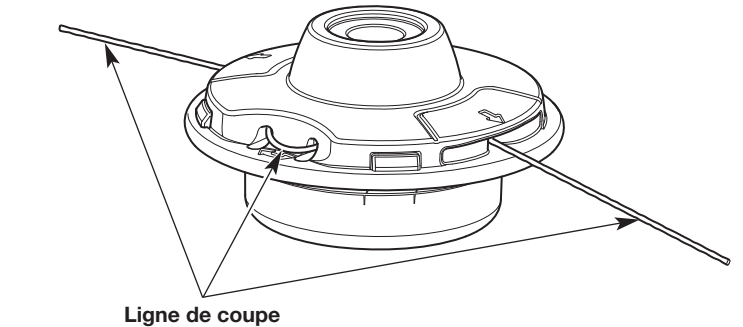

Fig. 11
4. Tirez sur les deux extrémités de la ligne de coupe jusqu'à ce que la ligne soit tendue contre la tête de coupe. Assurez-vous que les deux extrémités de la ligne de coupe sont de longueur égale (Fig. 11). La lame de coupe coupera tout excédent de bordure.